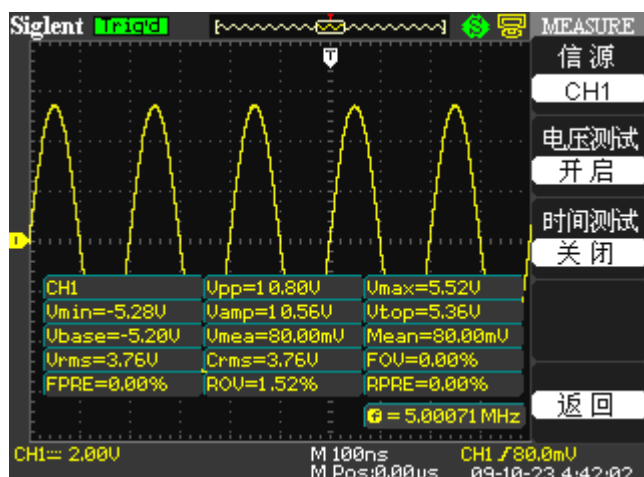

图 2.11-7
5. 按“时间测试”选项按钮选择“开启”。此时所有的时间参数值会同时显示在屏幕上。（见图 2.11-7）